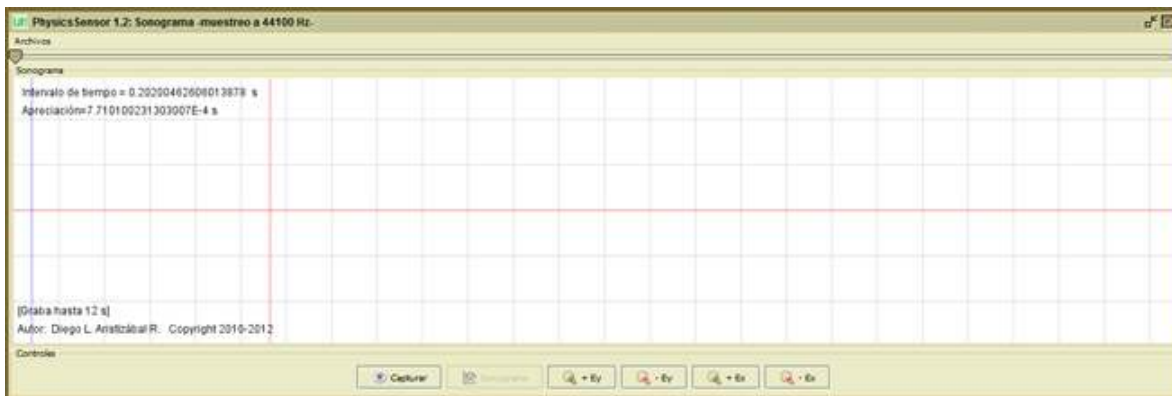

Figura 5.1: Ventana del módulo Sonoscopio de **PhysicsSensor**.
- ✓ Ejecutar el programa **Sonoscopio** haciendo click en el botón correspondiente de la ventana principal de **PhysicsSensor**, Figura 1.1. Se despliega la ventana de la Figura 5.1.